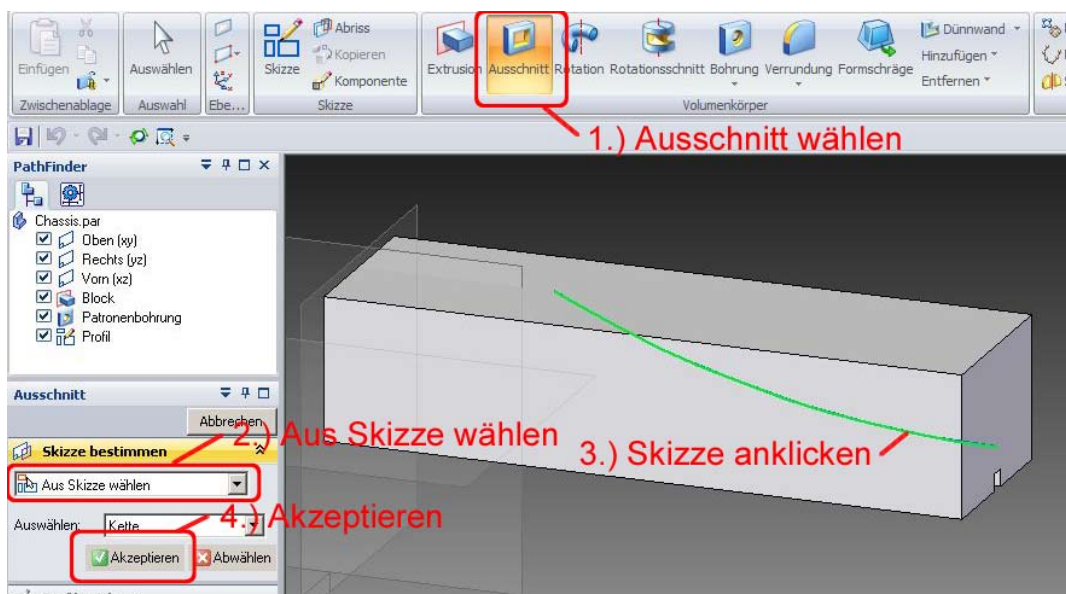

Abb. 28 Ausschnitt aus Skizze wählen
53. Wählen Sie *-Aus Skizze wählen-* (Abb.28. 2).
54. Klicken Sie auf die Profilskizze (Abb. 28 3) und akzeptieren Sie diese durch den grünen Haken. (Abb. 28 4).